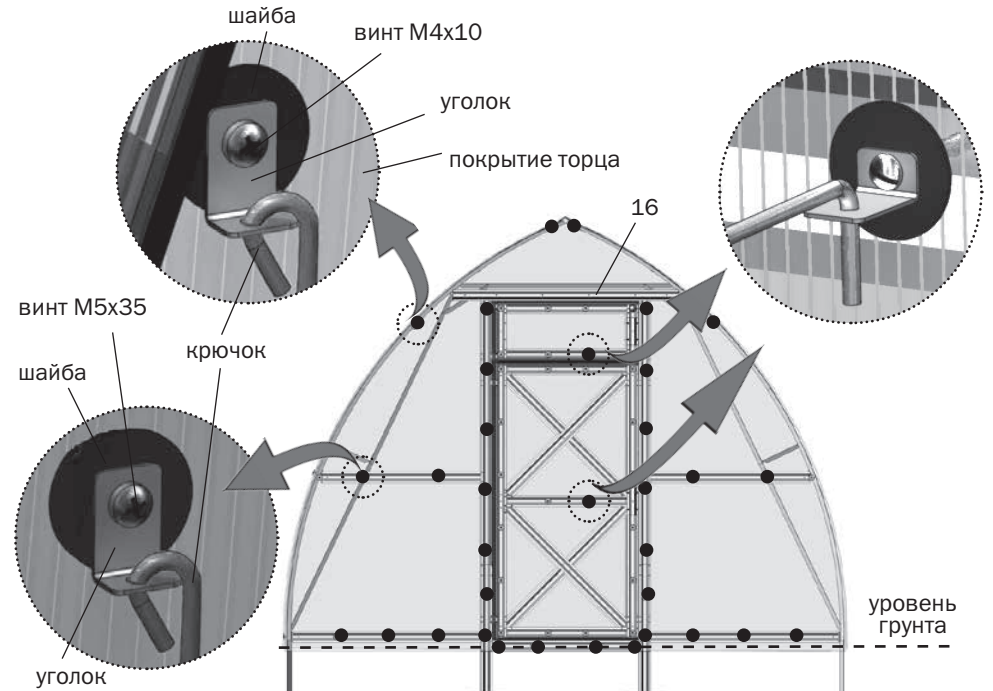

Рис.24
6. Установите накладку торцевую **16** на покрытие торца и закрепите ее на детали **5** через покрытие (рис.20 и рис.24). Под деталью **16** находится стык кусков покрытия торца.
8. Шайбы и крючки на торце установите в соответствии с рис.24.